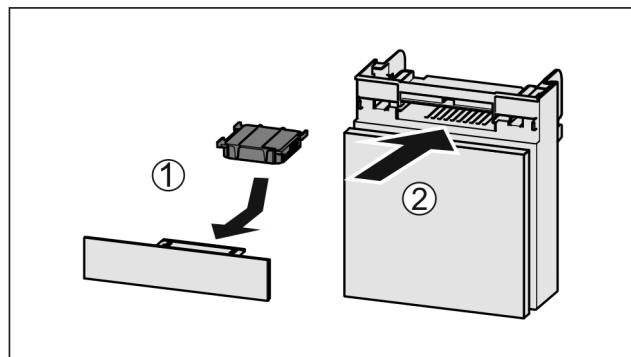

Fig. 88
- Поставете Fig. 88 (1) филтъра с активен въглен, както е показано на фигуранта.
- Вкарайте Fig. 88 (2) отделението.